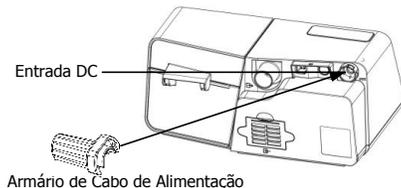

Fig. 11-5
(1) Insira o dispositivo de bloqueio do cabo de alimentação no dispositivo, conforme mostrado na Fig. 11-5, e depois vire à esquerda para a montagem no dispositivo.